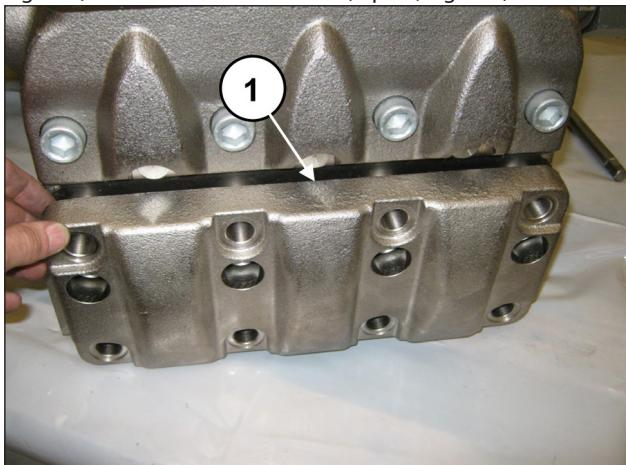
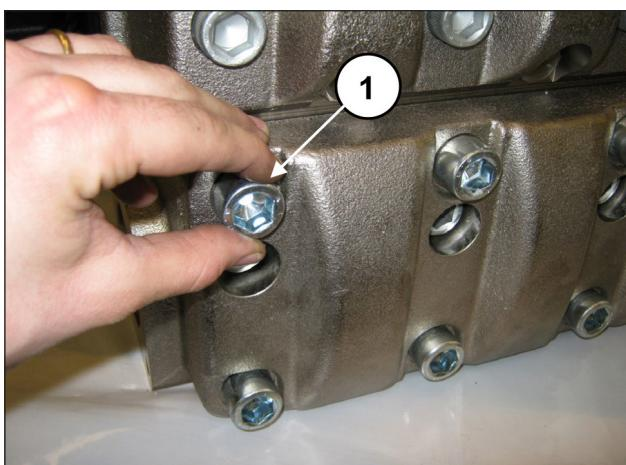

Fig. 154
Fig. 155
Après avoir terminé le remontage des groupes soupape d'aspiration, poser le couvre-soupapes d'aspiration (rep. ①, Fig. 154) et visser les 8 vis M18x50 (rep. ①, Fig. 155).